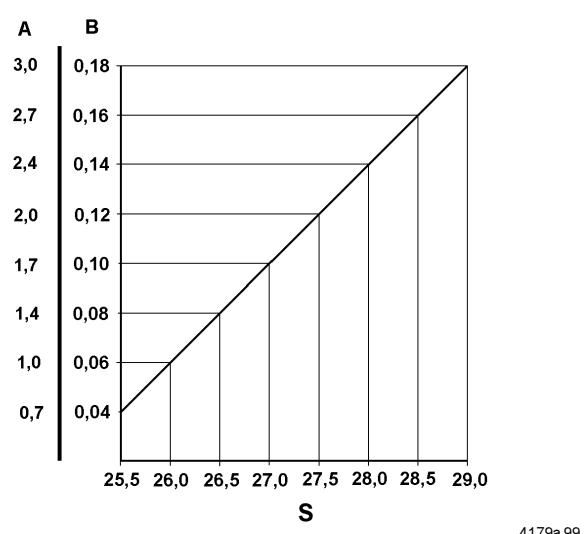

Abb. 4-3 Fördermengendiagramm
- Einstellmaß "S" (Abb. 4-3) ..... 28 mm
- Einstellmaß S zur benötigten Fördermenge anhand des Fördermengendiagramms (Abb. 4-3) ermitteln (inkl. Abweichung).